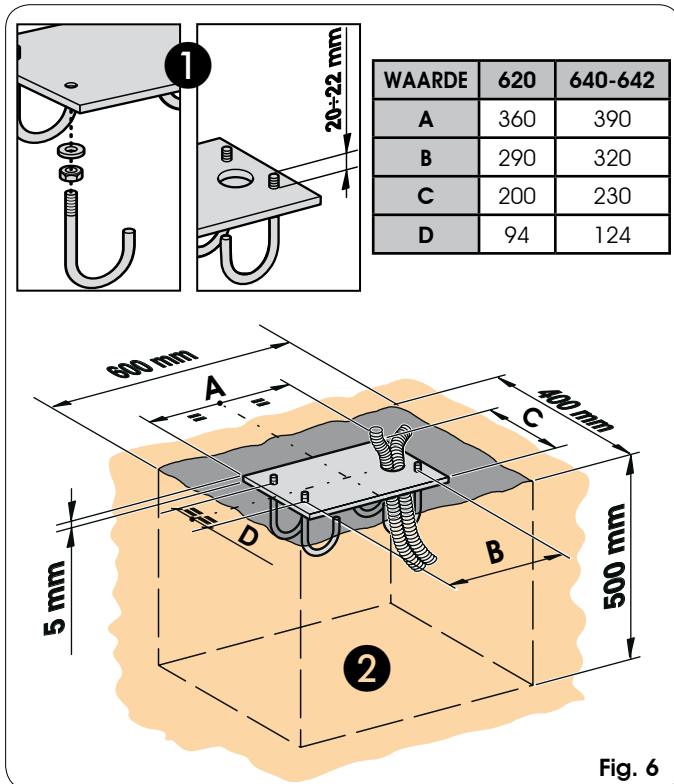

Fig. 6
- 1) Assembleer de funderingsplaat zoals in fig.6 ref ①
- 2) Maak een funderingssokkel zoals in fig.6 ref. ② (deze figuur betreft kleiachtige grond)
- 3) Metsel de funderingsplaat vast zoals in fig. 6 ref. ②, en leg daarbij een of meerdere buizen aan waar de elektriciteitskabels doorheen kunnen. Controleer met een waterpas of de plaat perfect horizontaal is. Wacht tot het cement gehard is.